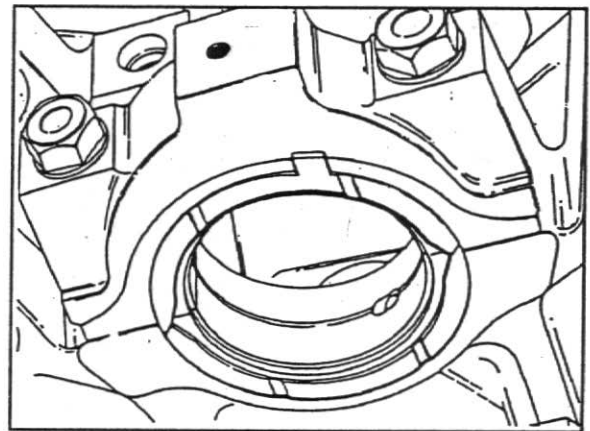

Fig. 9
8. Monte as arruelas de encosto inferiores na capa do mancal nº 3 com os canais de lubrificação voltados para árvore de manivelas, fig.9.